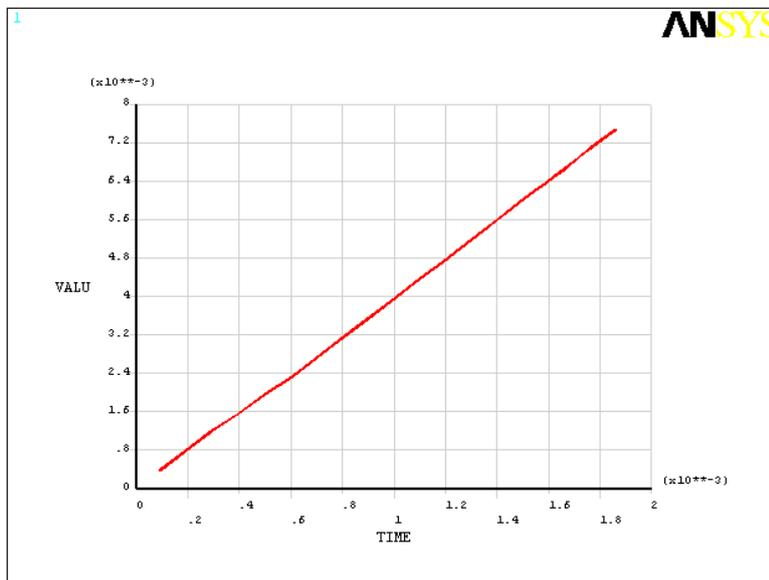

图7.23 ALPHA与UY_3的关系曲线
(2) 在【Variable List】列表框中，选中变量【UY_3】变量中【X-Axis】列的单选按钮；接着选中【alpha】变量，并单击按钮，将得到如图 7.23 所示的关系曲线。可以看出坐标轴标签并没有改变，下面的操作将修改坐标轴标签。